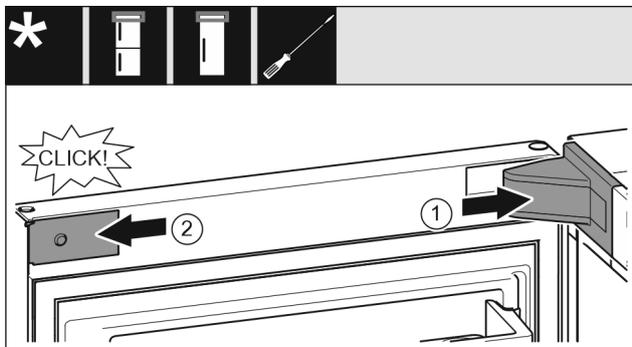

Fig. 35
- ▶ Colocar la cubierta del bloque del cojinete y encajar; presionar y separar con cuidado si fuera necesario. Fig. 35 (1)
- ▶ Colocar el panel y encastrar. Fig. 35 (2)